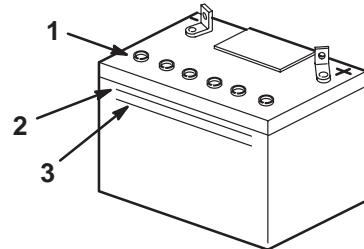

Bild 17
- Sehen Sie sich die Seite der Batterie an. Der Füllstand muss bis zur oberen Linie reichen (Bild 17).
Hinweis: Der Säurestand darf nicht unter die untere Linie fallen (Bild 17).
3. Nehmen Sie die Entlüftungsdeckel von der Batterie ab (Bild 17).
4. Gießen Sie langsam destilliertes Wasser in jede Batteriezelle, bis der Säurestand die obere Linie (Bild 17) am Batteriegehäuse erreicht.
5. Warten Sie nach dem Füllen der Batteriezellen fünf bis zehn Minuten. Gießen Sie bei Bedarf destilliertes Wasser in jede Batteriezelle, bis der Säurestand die obere Linie (Bild 17) am Batteriegehäuse erreicht.